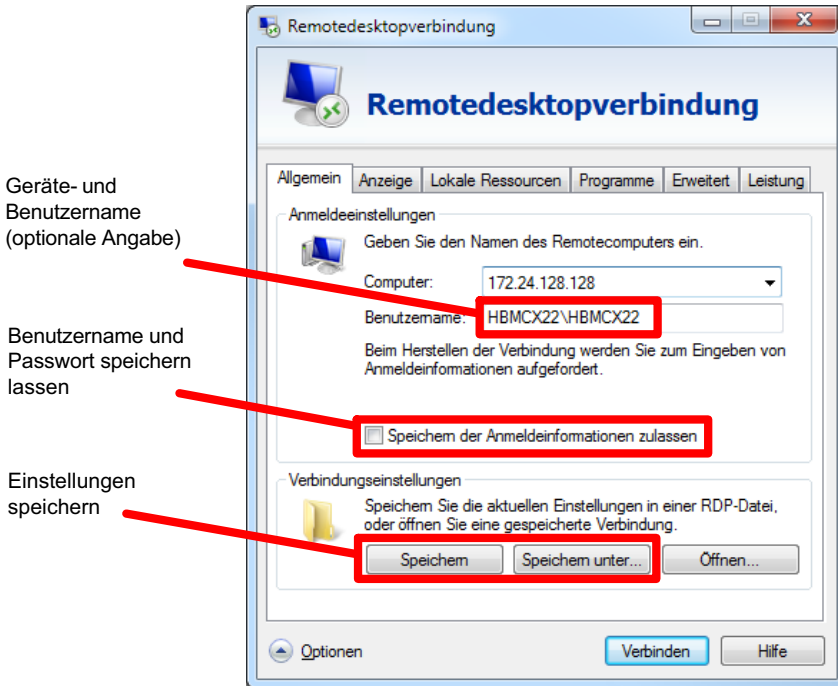

Abb. 7.13 Remotedesktop-Konfiguration speichern
5. Speichern Sie die Konfiguration über das Register **Allgemein** entweder unter einem neuen Namen (**Speichern unter**) oder als Voreinstellung für die Verbindung über den QuantumX Datenrekorder Assistenten (**Speichern**), siehe Abb. 7.13.
Doppelklicken Sie auf diese Konfigurationsdatei (oder einen Link darauf), so wird direkt eine Verbindung mit dem CX22-W aufgebaut und Sie müssen nur noch das Passwort eingeben. Falls Sie das **Speichern der Anmeldeinformation** (siehe Abb. 7.13) zulassen, erfolgt dies automatisch.